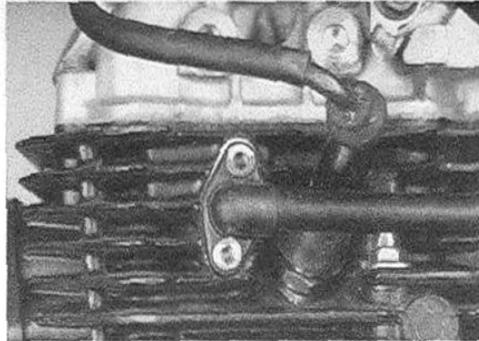

Bild 112
- Ölleitungsanschluss entfernen (Bild 112). Ölauffanggefäß bereithalten.
- Drei Mutter am Zylinderkopf ausdrehen (Bild 112 und 120).